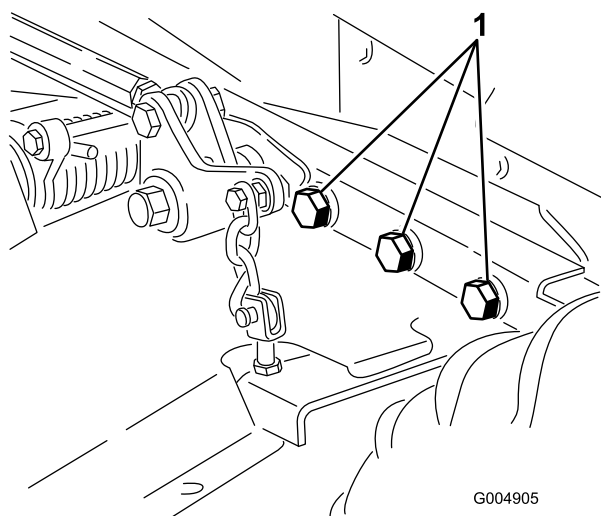

Figura 79
4. Compruebe que todos los herrajes están bien apretados; apriételos si es necesario. En particular, apriete los 6 pernos que fijan el bastidor de la carcasa del cortacésped a la unidad de tracción (Figura 79) a 265 pies-libra (359 Nm).